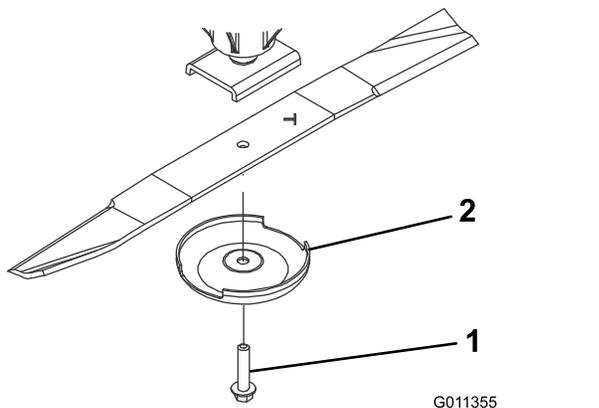

Figure 73
3. Enlevez le boulon, la coupelle de protection et la lame de l'axe de pivot (**Figure 73**).